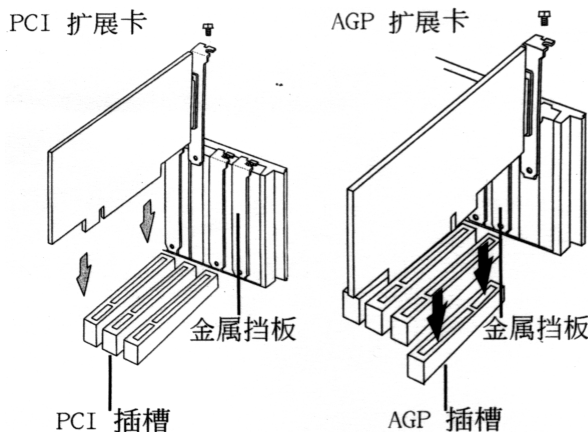

图 4.4 PCI 卡和 AGP 卡的安装
(2)拿着卡的边缘,把它对准 AGP 插槽,使有输出接口的金属接口挡板面向机箱后侧,然后适当用力平稳地将卡向下压入槽中,如图 4.4 所示。